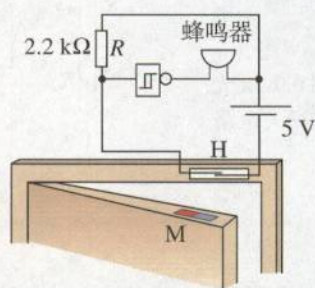

图6.3-4 防盗报警电路
1. 图6.3-4是一个简单的磁控防盗报警装置。门的上沿嵌入一小块永磁体M,门框内与M相对的位置嵌入干簧管H,并且将干簧管接入图示的电路。睡觉前连接好电路,当盗贼开门时,蜂鸣器就会叫起来。